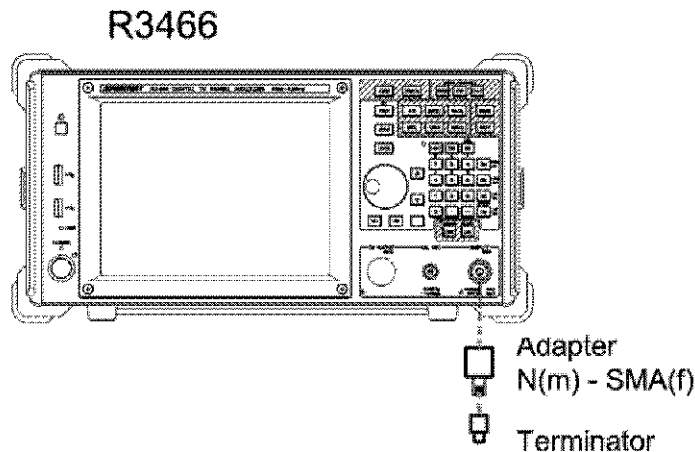

図 2-10 平均表示雑音レベルの試験
1. 機器を図 2-10 のように接続します。R3466N の場合は、Adapter の後に 50 to 75 Ω 変換器を使用して本器と接続します。